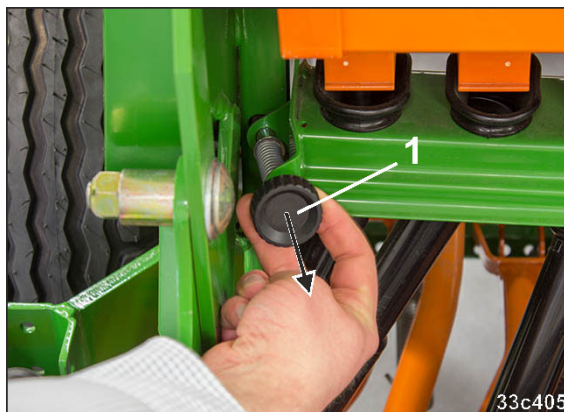

Fig. 131
1. Træk den fjederbelastede arm (Fig. 131/1) ud i siden af låsen.